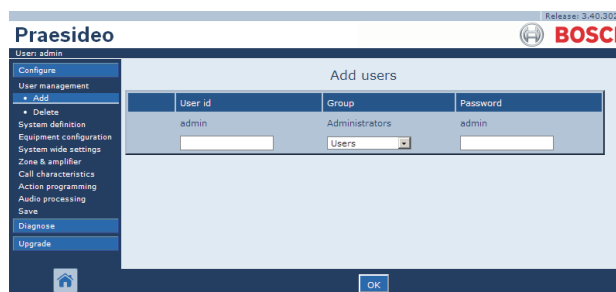

figura 42.2: Nuovo utente, passaggio 1
- 1 Passare a *Configure > User management > Add*. Nella cornice principale dell'interfaccia web, appare una schermata simile a quella in figura 42.2.